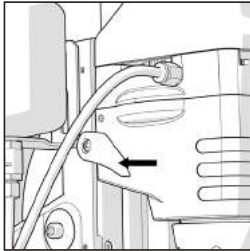

Abb. 13
- Verriegeln Sie den Schneidkopf in der gewünschten Position auf dem Schwalbenschwanzschlitten. Der Verriegelungshebel befindet sich am linken unteren Getriebegehäuse. (**Abb. 13**)